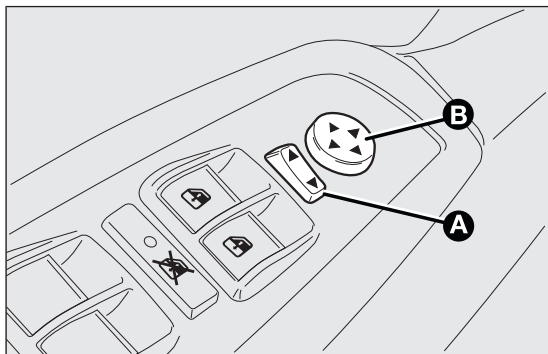

fig. 23
- ☐ mediante el selector A fig. 23 seleccionar el espejo (izquierdo o derecho) que se desea regular;